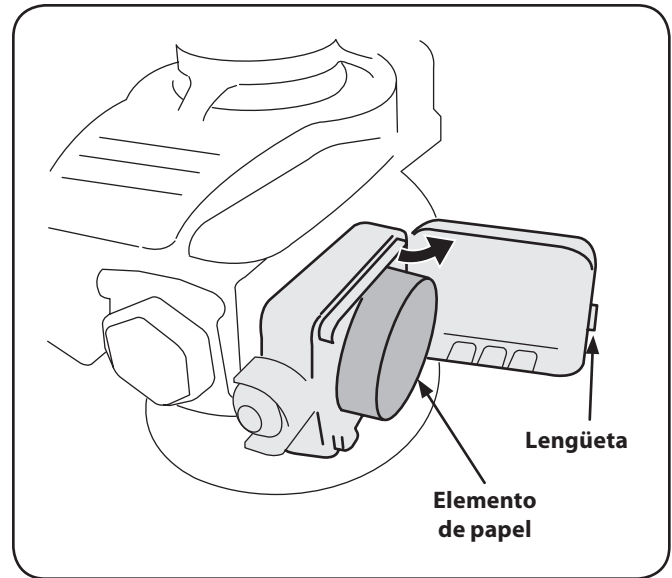

Figura 6-4
1. Quite el filtro de aire, apretando la frente y el dorso para liberar la lengüeta en la parte delantera de la cubierta del mismo. Véase la Figura 6-4. Limpieza de espuma o sustituir los elementos deteriorados.